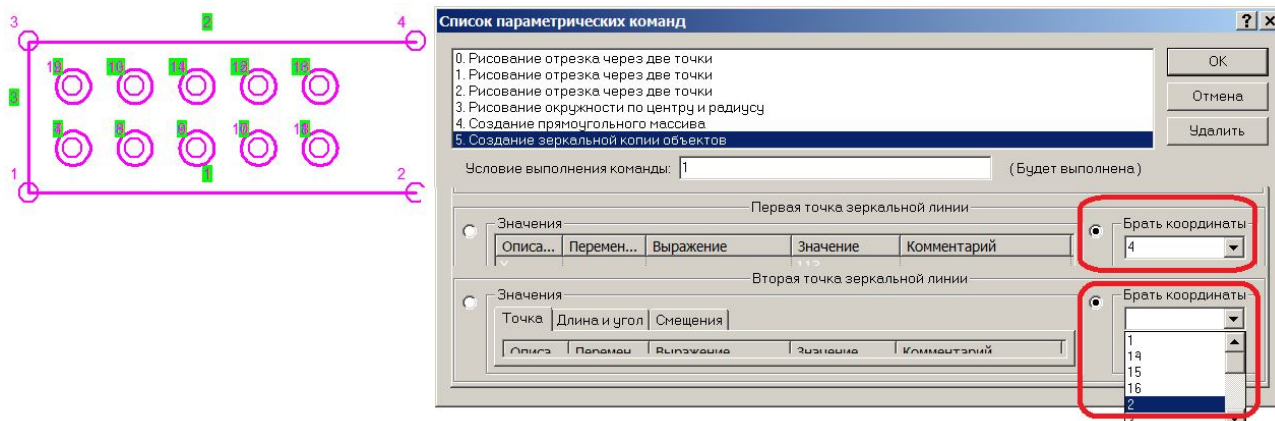

Рис. 2.12. Фрагмент диалога для команды Зеркальная копия
4) Проводим команду Зеркальная копия. Так же, как и для предыдущих команд, главное нужно чтобы она зафиксировалась хотя бы при произвольных параметрах. Далее параметры команды нужно редактировать (рис. 2.12). При выполнении этой команды следует указать все имеющиеся к этому моменту объекты. Для задания линии симметрии здесь лучше использовать привязки к точкам (в нашем случае – точки 2 и 4).